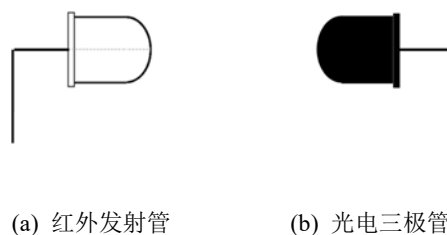

图 4 安装方式示意图
4. 红外发射管和光电三极管的安装方式示意图参见图 4，建议两个管子中间留有足够物体通过的空间。